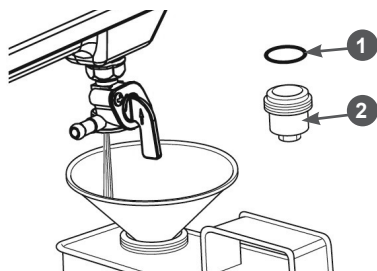

Рис. 19 Слив топлива с топливного бака
3. Открутите стакан 2 отстойника (Рис. 19).
4. Откройте топливный кран и слейте топливо в приготовленную для этого ёмкость (Рис. 19).